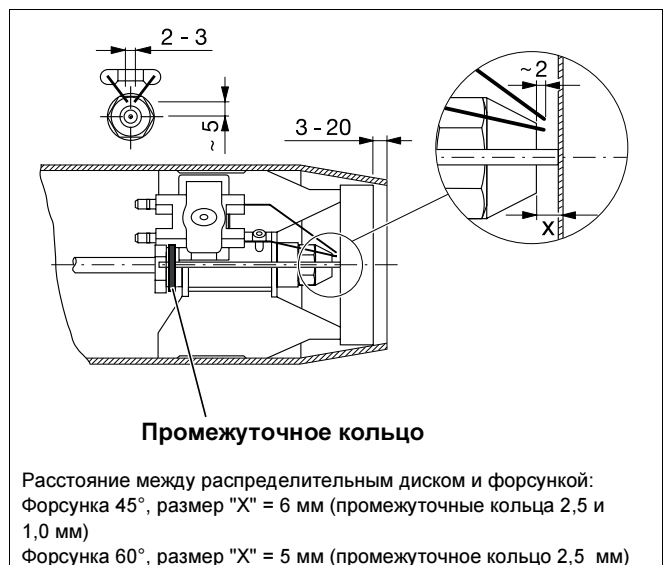

Рис. 20 Проверка установочных размеров запального электрода
- Проверить установочные размеры запального электрода (рис. 20).